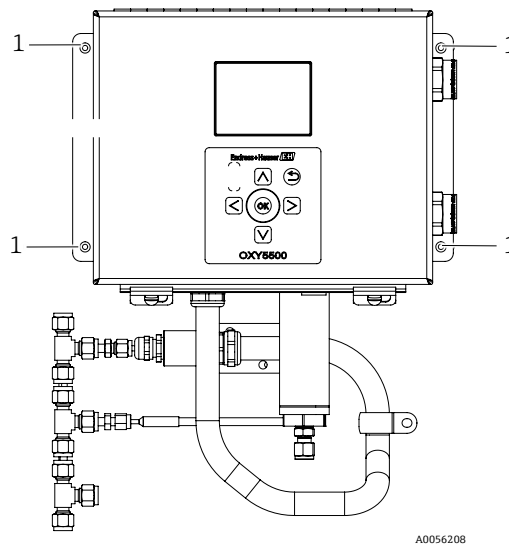

Abbildung 7. Positionen der Montagebohrungen des Analysators (1)
2. Montagebohrungen auf dem Gerät lokalisieren. Siehe Abbildung 7 und Systemzeichnungen in *Anhang A* → .